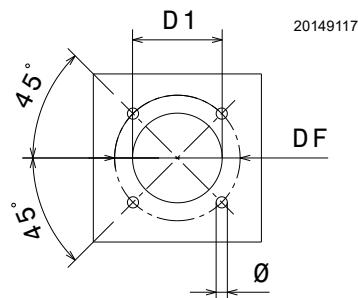

Abb. 15
Die Verschlussplatte der Brennkammer, wie in Abb. 15 durchbohren. Die Position der Gewindebohrungen kann mit dem zur Grundausrüstung gehörenden Wärmeschild ermittelt werden.
- Den gesamten Brenner in das vorher vorbereitete Bohrloch des Heizkessels einpassen, wie in Abb. 15 auf S. 20 dargestellt, und mit den beige packten Schrauben befestigen.